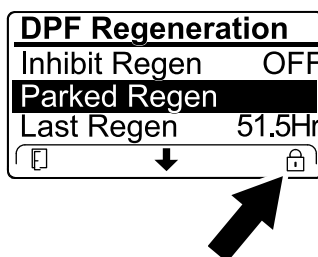

Figura 42
- Se il computer del motore richiede una rigenerazione di recupero, oppure sta eseguendo una rigenerazione di recupero, e voi scorrete il menu verso il basso fino all'opzione PARKED REGEN, la rigenerazione parcheggiata viene bloccata e l'icona di blocco (Figura 42) compare nell'angolo in basso a destra dell'InfoCenter.